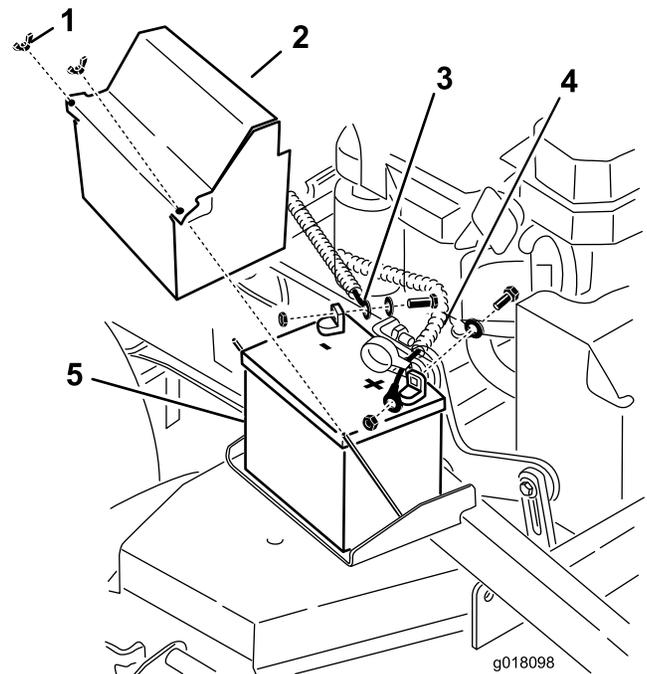

Figura 50
3. Levante la cubierta de goma negra del cable negativo. Desconecte el cable negativo del borne negativo (-) de la batería (Figura 50).
4. Retire la cubierta de goma roja del borne positivo (rojo) de la batería. Luego retire el cable positivo (rojo) de la batería (Figura 50).
5. Retire la pletina de sujeción de la batería (Figura 50), y retire ésta.
1. Coloque la batería en la máquina (Figura 50).
y un perno (Figura 50). Deslice la cubierta de goma sobre el borne.
4. Luego conecte el cable negativo y el cable de tierra al borne negativo (-) de la batería con una tuerca, una arandela y un perno (Figura 50). Deslice la cubierta de goma sobre el borne.